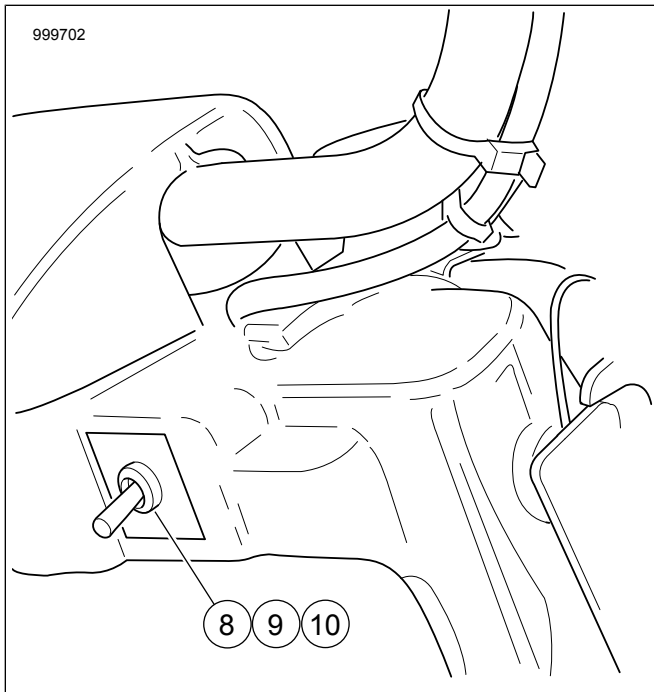

Figura 6. Ubicación del interruptor sin fuselaje
- b. **Vehículos sin fuselaje:** Vea la Figura 6. Instale la tuerca (8), la etiqueta (9) y el interruptor (10) en el agujero de acceso derecho. Enchufe el interruptor al arnés que se encuentra debajo de la nacela del faro delantero. En **FLRT**, el conector [205] se encuentra debajo del tanque de combustible en la caja plástica de cables. Consulta el manual de servicio.